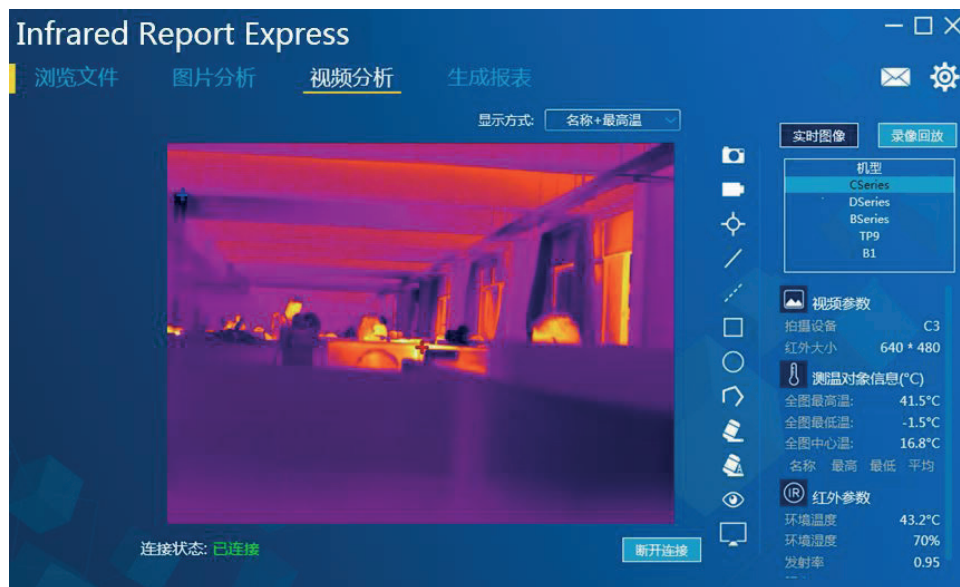

图 3-37
4. 点击“确定”连接成功后即可显示实时视频，如下图 3-37 所示：